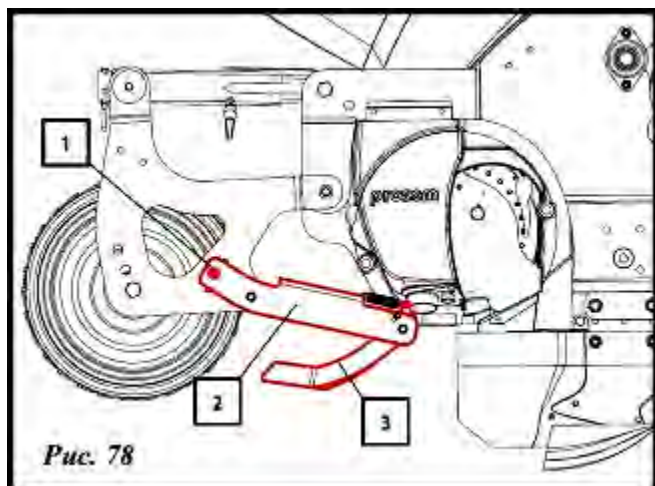

Рис. 78
Каждый загортач состоит из кронштейна (2, рис. 78) и лапы (3, рис. 78).
- 1 - Ослабить болт (1, рис. 78).
- 2 - Переместить кронштейн (2, рис. 78) в требуемое положение.
- 3 - Зажать болт, чтобы зафиксировать кронштейн загортача (1, рис. 78).
ЛАПА (3, РИС. 78) ДОЛЖНА ЧАСТИЧНО ЗАГЛУБЛЯТЬСЯ В ЗЕМЛЮ ДЛЯ ЛУЧШЕГО ЗАКРЫТИЯ БОРОЗДЫ.